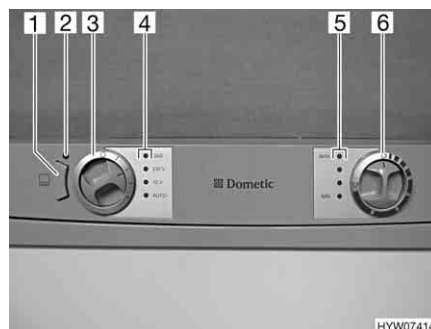

Bild 157 Bedienelemente für den Kühlschrank (Dometic 7er-Reihe mit AES und RH)
Wenn die 230-V-Versorgung **nicht** angeschlossen und der Fahrzeugmotor **ausgeschaltet** ist, wählt das AES die Gasversorgung. Beim Anwählen des Gasbetriebs wird die Zündsicherung automatisch geöffnet, so dass Gas zum Brenner strömen kann. Gleichzeitig wird der elektronische Zünder eingeschaltet. Erlischt die Gasflamme, z. B. durch einen Luftzug, wird der Zünder sofort aktiviert und zündet das Gas wieder an. Bei Störung im Gasbetrieb blinkt die Kontroll-Leuchte "GAS" (Bild 157,4) rot.
Nach dem Einschalten wählt der Kühlschrank automatisch die mittlere Thermostateinstellung. Diese Einstellung kann manuell mit dem Drehregler (Bild 157,6) nachgeregelt werden. Die Kontroll-Leuchten (Bild 157,5) zeigen die gewählte Thermostateinstellung an. Mit dem Drehregler wird die Kühltemperatur für alle drei Energiearten eingestellt. Es dauert einige Stunden, bis der Kühlschrank die normale Betriebstemperatur erreicht hat. Beim Umschalten der Betriebsart wird die Thermostateinstellung beibehalten. Die Kühltemperatur wird unabhängig von der Energieart beibehalten.
Bei hohen Außentemperaturen und hoher Luftfeuchtigkeit kann es zur Wassertropfenbildung am Metallrahmen des Frosterfachs kommen. Deshalb ist der Kühlschrank mit einer Rahmenheizung für das Frosterfach ausgestattet. Bei hohen Temperaturen und hoher Luftfeuchtigkeit die Rahmenheizung über die Taste (Bild 157,1) einschalten. So lässt sich Korrosion vermeiden. Wenn die Rahmenheizung eingeschaltet ist, leuchtet die Kontroll-Leuchte (Bild 157,2).
- Mit dem Energie-Wahlschalter (Bild 157,3) die Energieart wählen. Die zugehörige Kontroll-Leuchte (Bild 157,4) leuchtet grün.
- Kühltemperatur am Drehregler (Bild 157,6) einstellen. Die Kontroll-Leuchten (Bild 157,5) zeigen die gewählte Thermostateinstellung.
Bei Störung im Gasbetrieb blinkt die Kontroll-Leuchte "GAS" (Bild 157,4) rot. Im 12-V-Betrieb wird der Kühlschrank ausschließlich von der Wohnraumbatterie mit Spannung versorgt.
- Den Energie-Wahlschalter (Bild 157,3) auf "O" drehen. Keine Kontroll-Leuchte (Bild 157,4) leuchtet mehr.